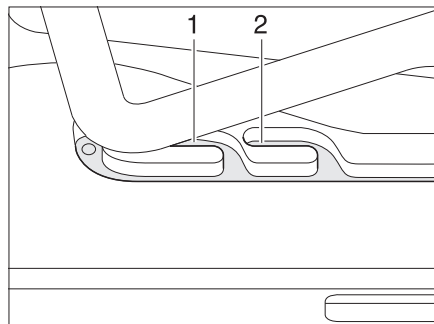
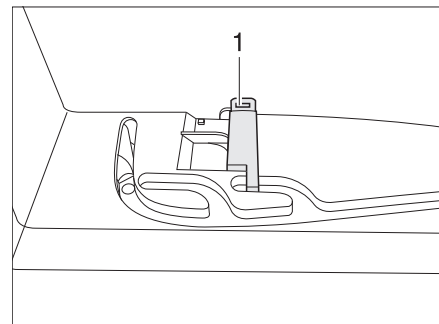

Bild 45 Heki-Dachhaube in Lüftungsstellung
Bild 46 Verriegelung Lüftungsstellung
Die Heki-Dachhaube kann in zwei Lüftungsstellungen gebracht werden: Schlechtwetterstellung (Bild 45,1) und Mittelstellung (Bild 45,2). Je nach Modell kann die Dachhaube in der Mittelstellung mit dem Riegel (Bild 46,1) verriegelt werden.
- Den Bügel leicht nach oben drücken und in die gewählte Führung (Bild 45,1 oder 2) schieben und ggf. verriegeln.